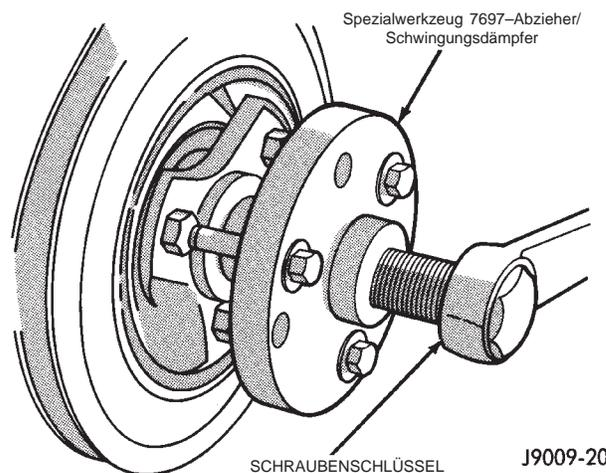

Abb. 41 Spezialwerkzeug 7697-Abzieher/Schwingungsämpfer
- (1) Batterie-Minuskabel (-) abklemmen.
- (2) Antriebsriemen abnehmen und Lüfterabdeckung abbauen.
- (3) Halteschraube des Schwingungsämpfers herausdrehen und zusammen mit der Unterlegscheibe entfernen.
(4) Abzieher 7697 zum Lösen des Schwingungsämpfers von der Kurbelwelle verwenden (Abb. 41).